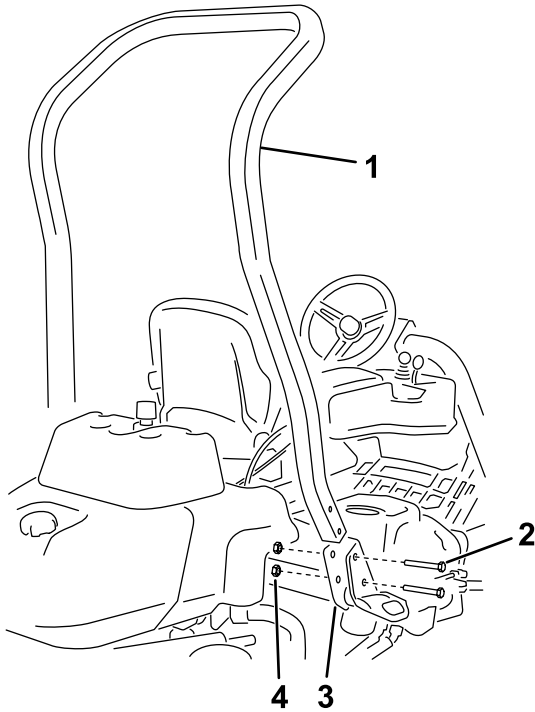

图3
3. 如 图3 所示，用 4 个螺栓 ( $\frac{1}{2} \times \frac{3}{4}$  英寸) 和 4 个凸缘螺母 ( $\frac{1}{2}$  英寸)，将翻车保护杆安装到机器两侧的 ROPS 支架上。